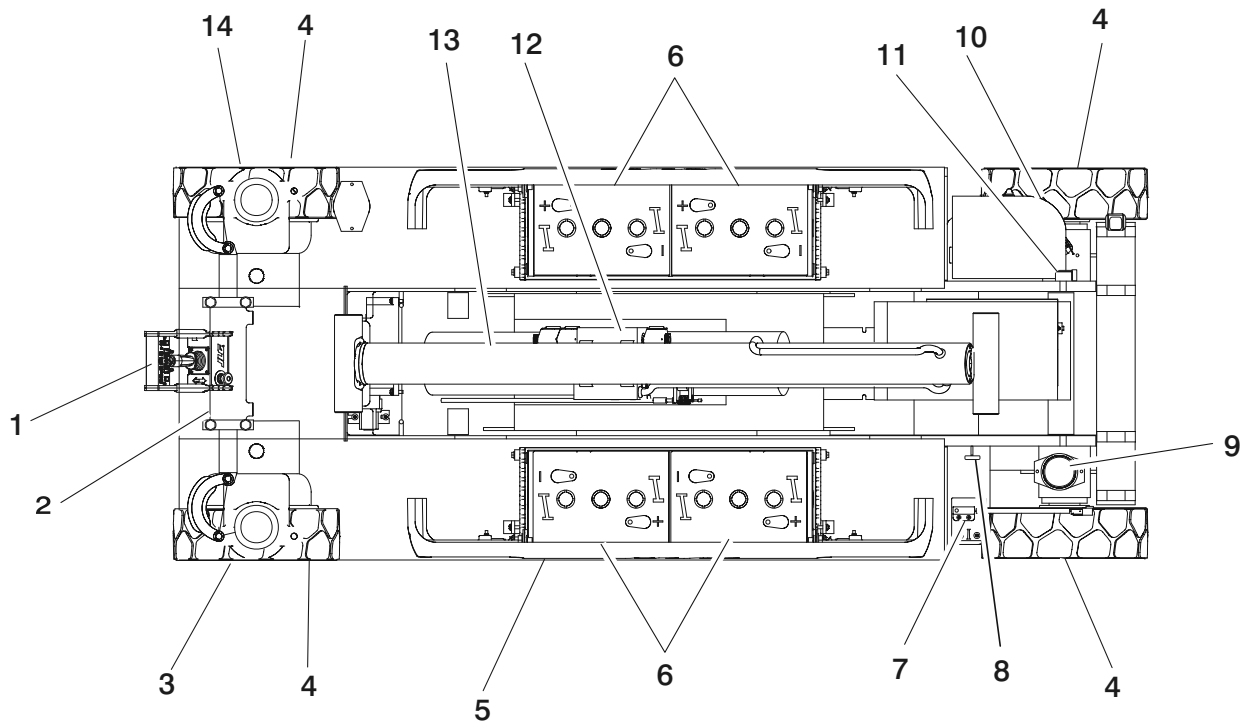

Fig. 2-1. Daglig "rundvandrings"-inspektion – Blad 1 av 3
5. **”Rundvandrings”-inspektion** – se fig. 2-1